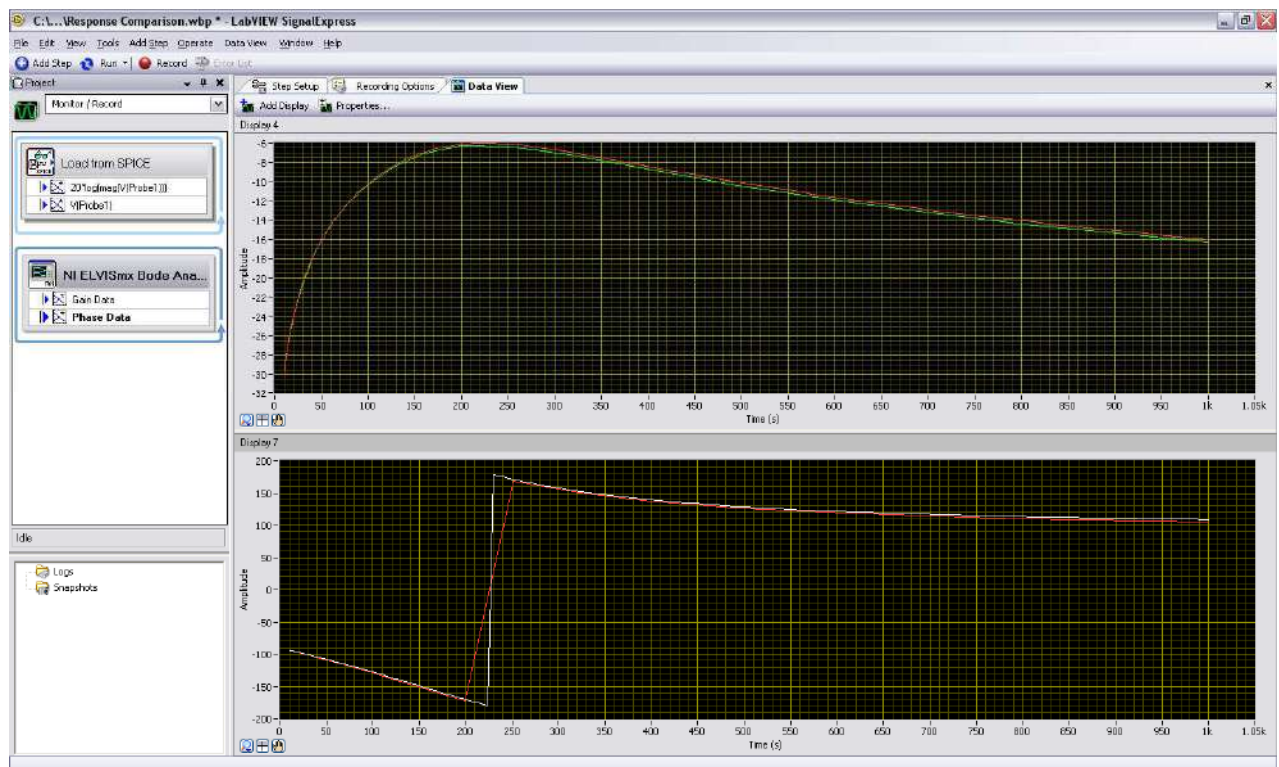

Figure E3-4. Vérification de la réponse en fréquence d'un circuit réel
13. Cliquez sur **Run Once**. LabVIEW SignalExpress effectue un balayage en fréquence en utilisant NI ELVISmx et collecte 10 points par décade. Les résultats sont ensuite affichés **après** le balayage en fréquence, sur un graphe avec les résultats simulés. Le résultat final est affiché sous une forme identique à ceux de la figure E3-4.